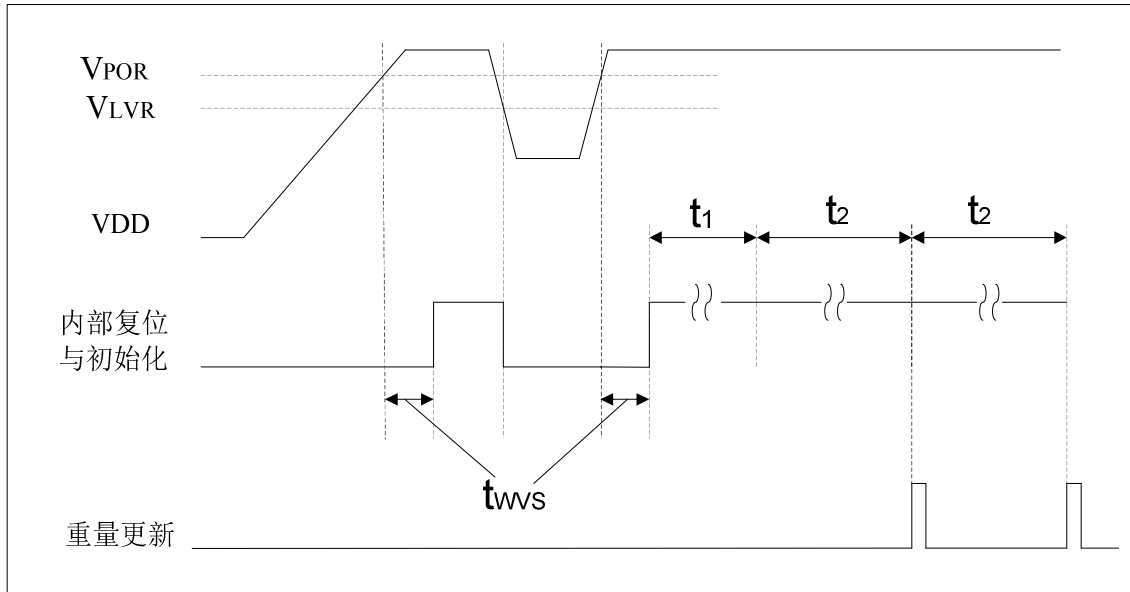

图 3-2 从机上电复位与重量更新示例
**系统初始化:** 主要对 CS1270 进行初始化。为了程序执行更可靠一些，所以内部进行了软件延时等操作，可参考图 3-2。